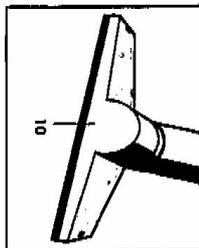

Abb. 13
- Diese Bürste besteht aus einem Universaltief (110) (Abb. 13), das je nach Bedarf, mit folgenden Teilen ausgestattet wird: